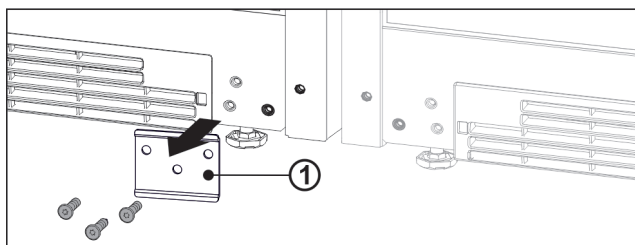

Fig. 13
- ▶ Si la chapa Fig. 13 (1) está montada, desatornillela.